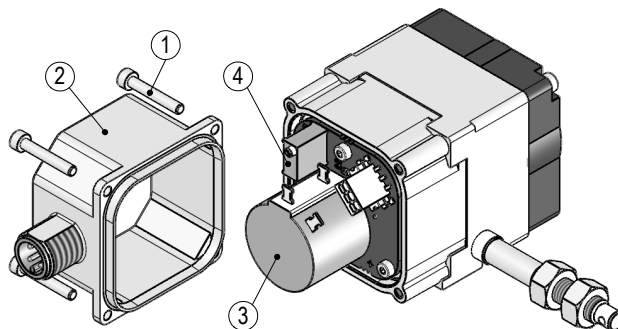

Abb. 14: Einstellen Trimpotentiometer 0/10V
Mit dem Trimpotentiometer Pe ④ (siehe Abb. 14) kann dieser Wert an die tatsächliche Endstellung der Anwendung angepasst werden.